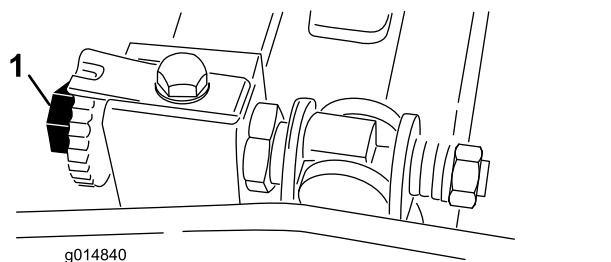

图46
3. 旋转滚刀使一片刀片经过滚刀组右侧第一个与第二个底刀螺丝之间的底刀刀刃 图46。
6. 向右转动底刀架调节螺丝左右滑动薄垫片直至感到薄垫片上存在轻微的压力如拉力 图46。